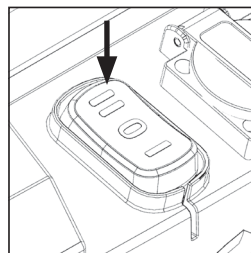

FIG. 2
- Puneți acum comutatorul în poziția II - Aspiratorul este în modul de așteptare. (Fig. 2)